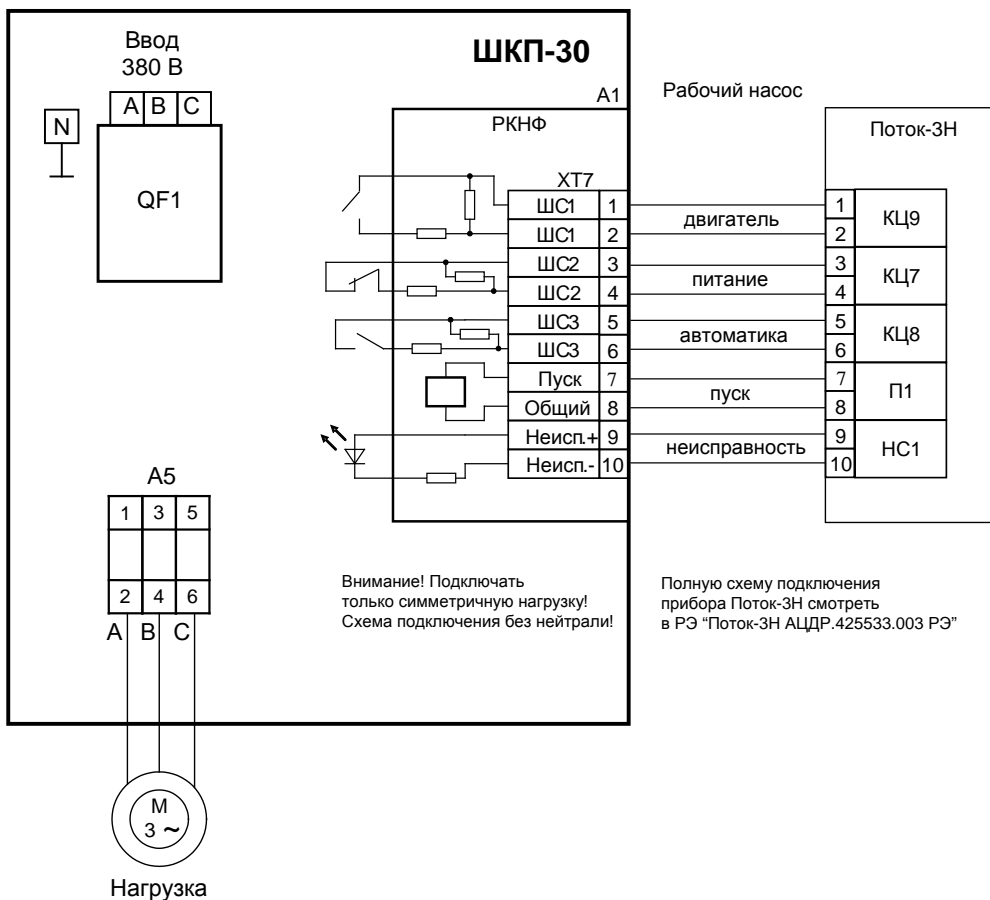

Рисунок 2. Вариант подключения шкафа при эксплуатации с прибором Поток-3Н
- 3) подключить к шкафу провода питающего сетевого напряжения, цепей нагрузки и контроля состояния согласно схеме электрической рис. 2;